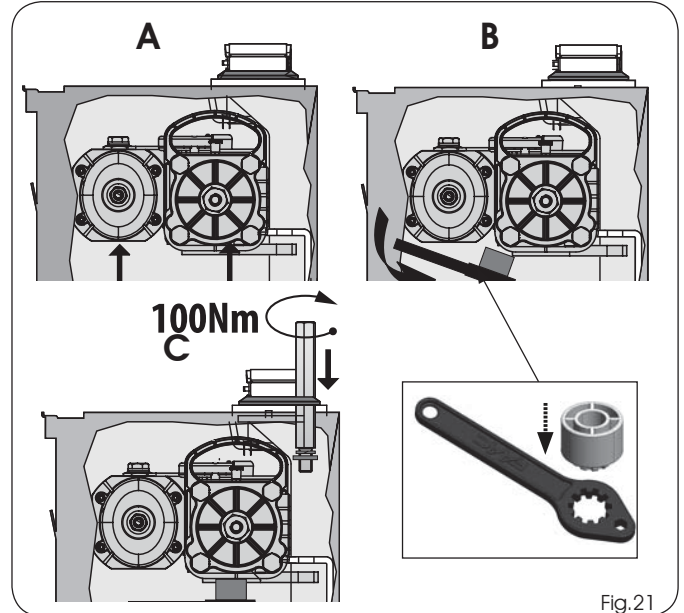
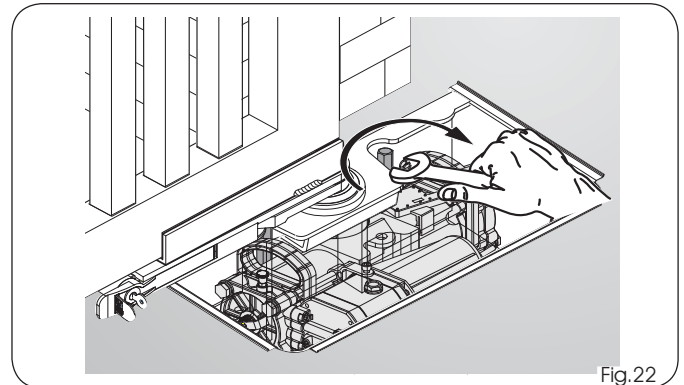

Fig.21
Fig.22
12) Soulever l'opérateur à l'aide des poignées prévues à cet effet (Fig.21 réf.A), en insérant le pignon dans la douille rainurée du caisson portant. Afin de faciliter l'opération, tourner légèrement l'opérateur jusqu'au couplage.
13) Placer la clé fournie en dotation (Fig.21 réf. B) sous l'opérateur de manière à soutenir le moteur.
14) Introduire et visser les vis de fixation avec une rondelle Grower (Figure 21 réf. C) afin de fixer l'opérateur au caisson portant comme d'après la figure 22.